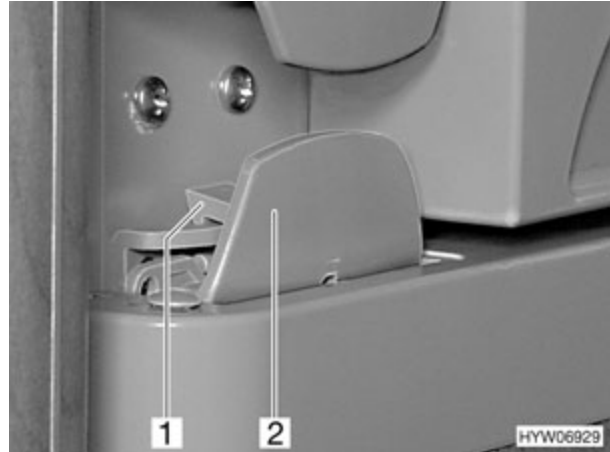

Fig. 158 Bloqueo de la puerta del frigorífico, cerrado (variante 3)
- Abrir la puerta del frigorífico con el tirador (Fig. 158,2). El bloqueo (Fig. 158,1) se abre automáticamente.